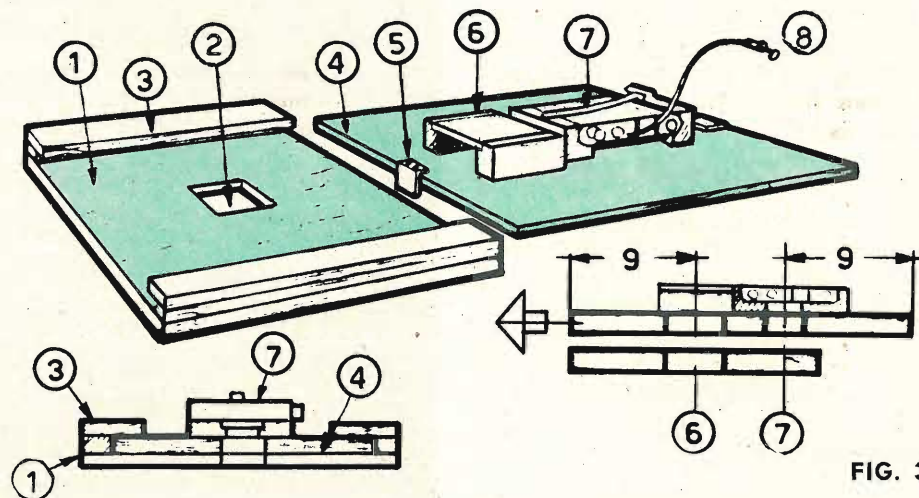

FIG. 3
so (1 fig. 3) e le cui dimensioni saranno assoggettate alle caratteristiche del vostro ingranditore. Questo primo pannello porta nel suo centro un'apertura di cm 6x6 (2) ed è bordata su due lati doppia guida (3).